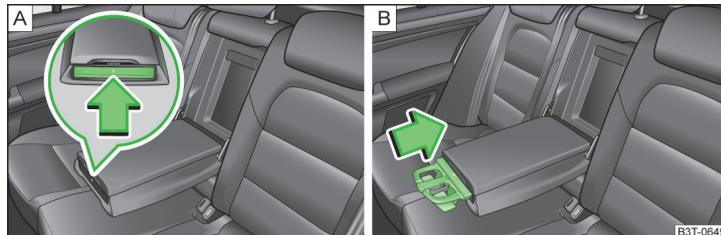

Abb. 83 Armlehne hinten: Getränkehalter herauschieben / Getränkehalter hineinschieben
- Auf die Stirnseite der Armlehne in Pfeilrichtung drücken » Abb. 83 - **A**, der Getränkehalter fährt heraus.
- Um den Getränkehalter wieder hineinzuschieben, auf den mittleren Teil des Getränkehalters drücken » Abb. 83 - **B** und diesen in die Armlehne in Pfeilrichtung hineinschieben.